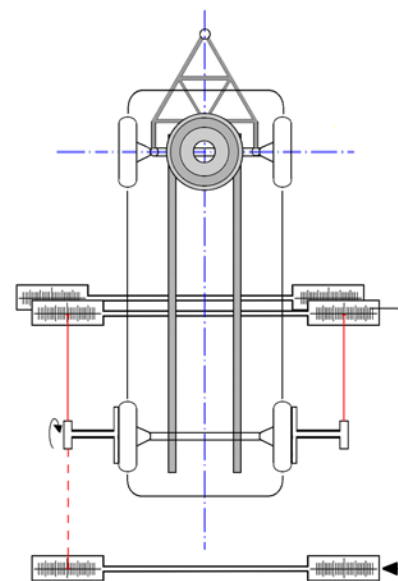

Fig. 22
- A questo punto disporre una scala sul segno dell'asse da misurare (fig. 22)